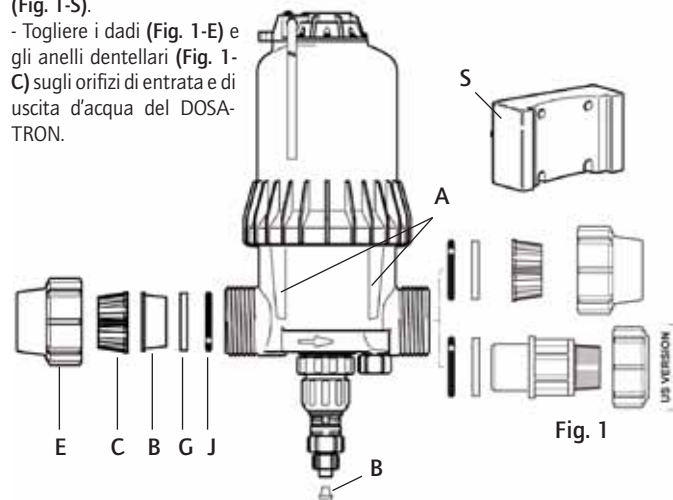

Fig. 1
- Inserire il dosatore nel supporto spostando leggermente i bracci del supporto per incastrare i 4 naselli del corpo principale (Fig. 1-A) negli orifici corrispondenti del supporto (Fig. 1-S).
- Togliere i dadi (Fig. 1-E) e gli anelli dentellari (Fig. 1-C) sugli orifici di entrata e di uscita d'acqua del DOSATRON.
Rimuovere i tappi di protezione (Fig. 1-B) che ostruiscono gli orifici del suo DOSATRON prima di collegarlo alla rete d'acqua.
- Assicurarsi del buon funzionamento all'entrata e all'uscita del sistema di ermeticità. Sistemare prima la guarnizione tubolare (Fig. 1-J) e poi l'anello (Fig. 1-G).